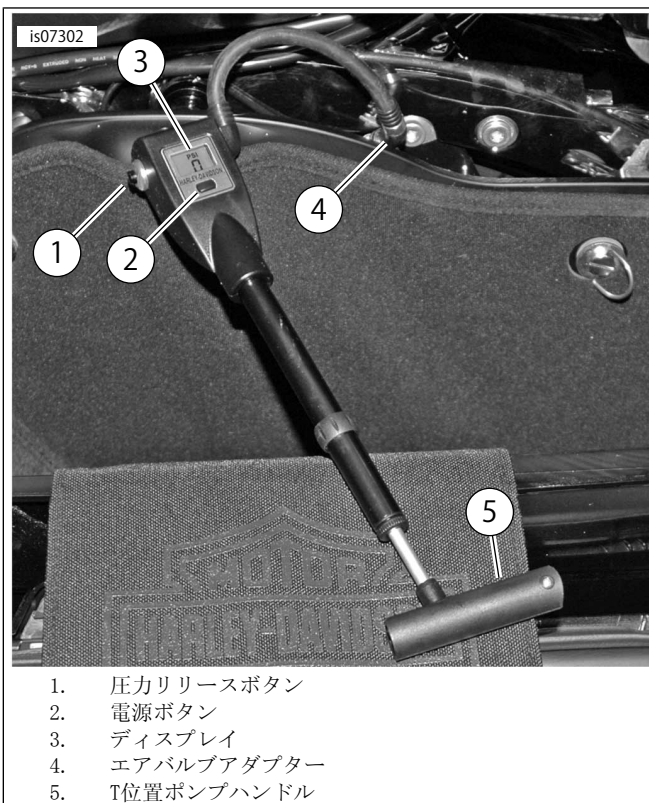

図2。ツーリングデジタルサスペンションエアポンプ
- 「図2」を参照してください。ディスプレイをオンにするには、電源ボタン(2)を押します。ディスプレイをオフにするには、電源ボタンを押します。
- エアサスペンションエアバルブのキャップを外し、「図2」の説明に従って、エアバルブにポンプのエアバルブアダプター(4)を接続します。